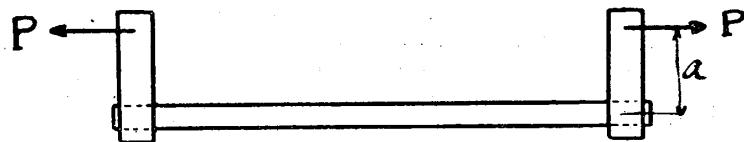

Fig. 6
し Simple な方法を考察した其れは (2) の方法に近いもので fig. 6 に示す如く P なる